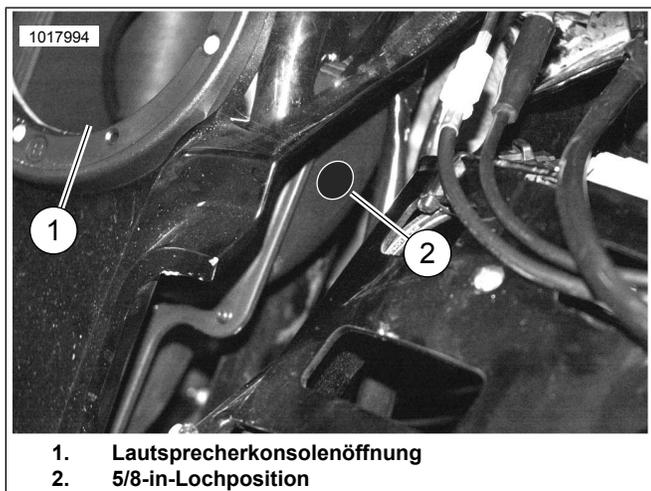

Abbildung 26. 5/8-in-Lochposition bohren
Siehe Abbildung 26. In der Lautsprecherkonsolenöffnung (1) im Bereich der ebenen Fläche ein 16-mm-Loch (5/8 in) bohren.